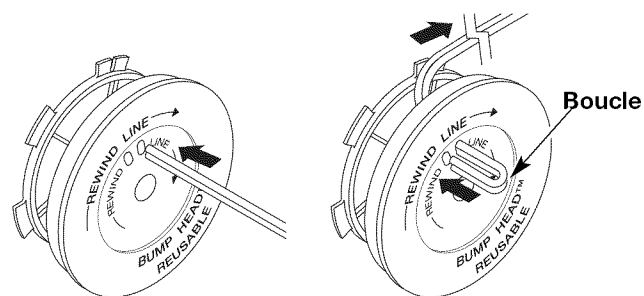

Fig. 21
8. Découpez environ 2.7 m (9 pi) de fil neuf. Insérez une extrémité de fil dans l'un des deux trous du moulinet intérieur (Fig. 21). Tirez le fil jusqu'à ne laisser que 10 cm (4 po) environ.
9. Insérez l'extrémité du fil dans le trou ouvert du moulinet et tirez sur le fil pour que la boucle soit le plus petit possible (Fig. 21).